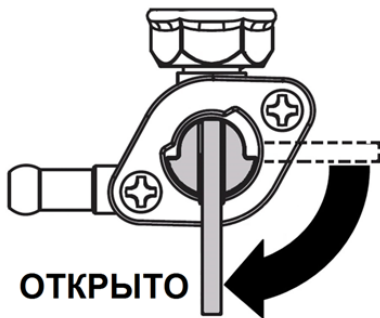

Рис. 8 Кран топливного бака
- Откройте кран топливного бака. Для этого рычаг крана переведите в вертикальное положение (Рис. 8).